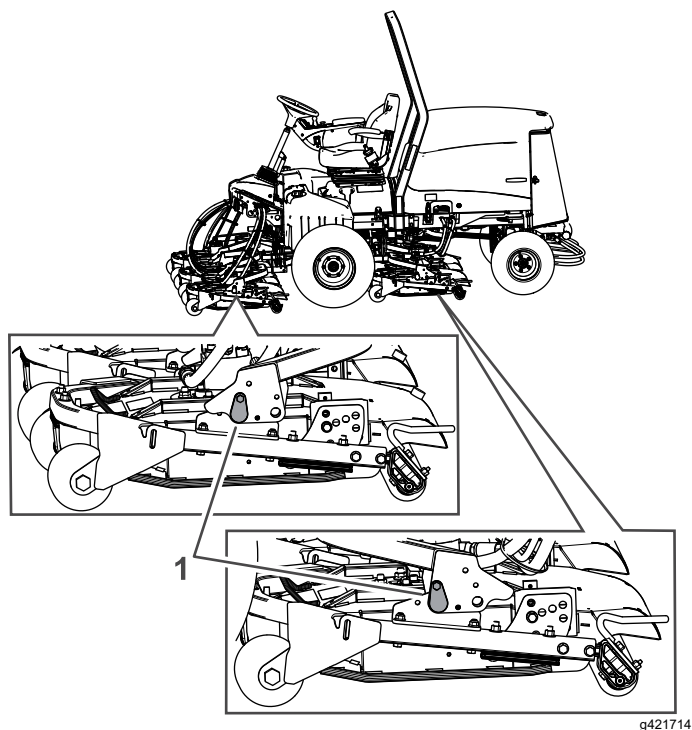

Figure 20
**Important:** L'accès aux unités de coupe arrière est nettement facilité si vous déposez l'unité de la machine. Abaissez les unités de coupe et déposez-les des cadres en retirant les boulons et goupilles, comme montré à la Figure 20.